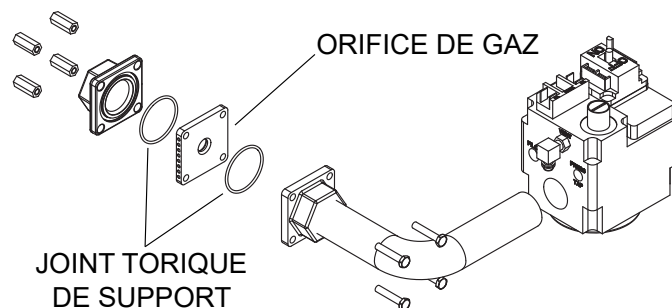

Figure 65. Emplacement de l'orifice
4. Retirez les quatre boulons et écrous qui maintiennent l'orifice de gaz en place, voir **Figure 65**.